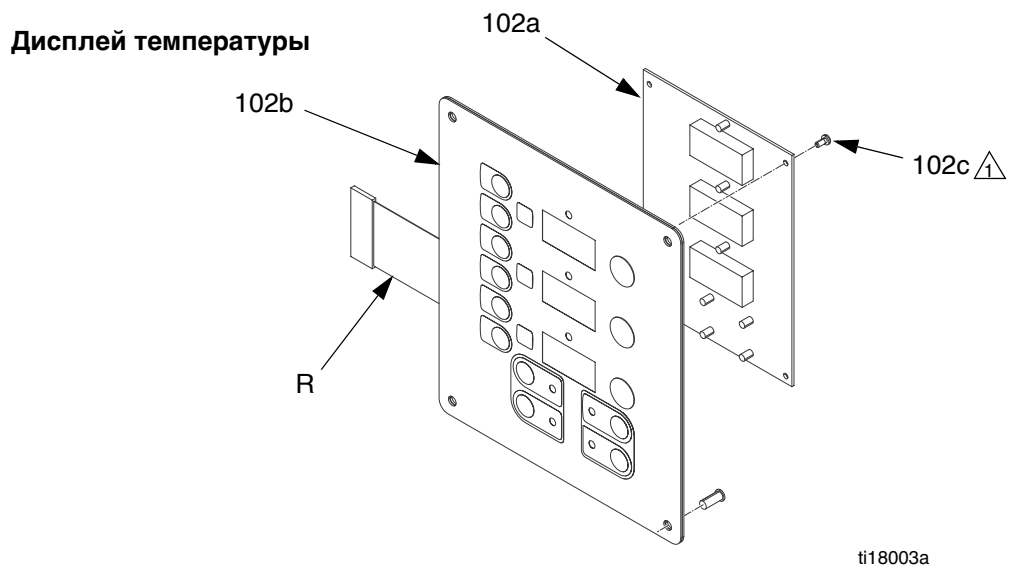

Рис. 15. Модуль дисплея
5. Отсоедините главный кабель дисплея (106) в нижнем левом углу блока дисплея, см. Рис. 15.
6. Выкрутите винты (116) и снимите крышку (105); см. Рис. 15.
7. Отсоедините коннектор кабеля от задней панели дисплея (102). См. Рис. 15.
8. Отсоедините плоский кабель или кабели (R) на задней панели дисплея; см. Рис. 15.
9. Снимите гайки (103) и панель (101).
10. Разберите дисплей (см. Рис. 15).
12. Соберите оборудование в обратном порядке (см. Рис. 15). Нанесите в указанных точках герметик средней прочности для резьбы. Убедитесь, что провод заземления (G) кабеля дисплея закреплен между втулкой кабеля и крышкой (105) винтами (107).